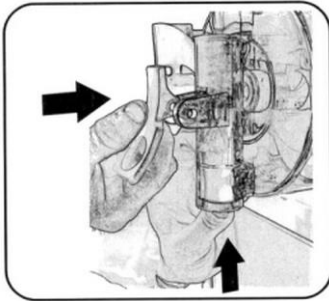

Fig.41
5. Hold stiften på aftapningsshanen trykket op, indtil du kan se det firkantede hul, hvori håndtaget skal indsættes (fig. 41).